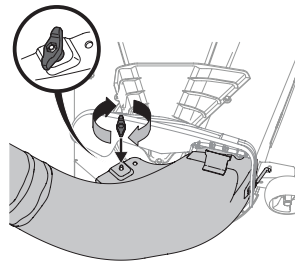

Figure 23
5. Fixez la botte au plateau de coupe au moyen du bouton à ailettes (720-04122) inclus dans la trousse de dispositif d'ensachage 689-01419. Consultez la Figure 23.